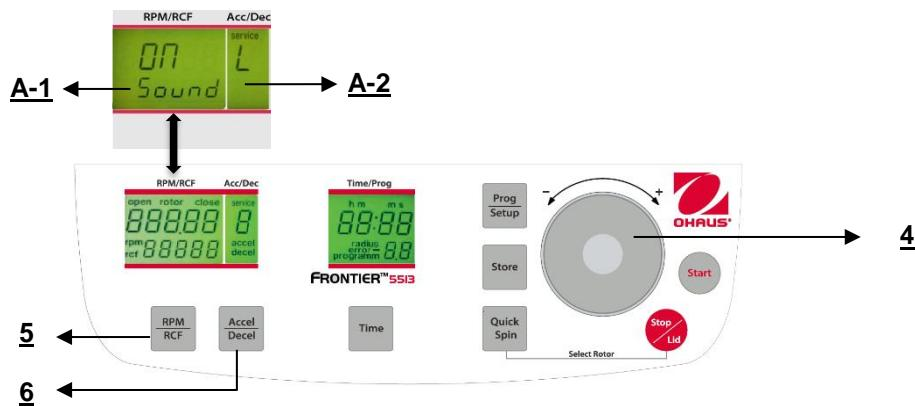

Figure. 30
Poursuivre conformément à la description du paragraphe 4.1.2 pour entrer dans ce mode de programme et appuyer ensuite sur la touche "Accel/Decel" (6). Sur l'affichage "Acc/Dec" (A-2), le mot "Service" clignote. Sélectionner maintenant la lettre "L" avec le cadran de réglage (4). Ceci entraîne l'apparition des mots "On Sound" sur l'affichage "RPM/RCF" (4). En appuyant maintenant sur la touche "RPM/RCF" (4), le mot "On" clignote et il devient possible de couper le son avec le cadran de réglage (4) (voir la figure 30).